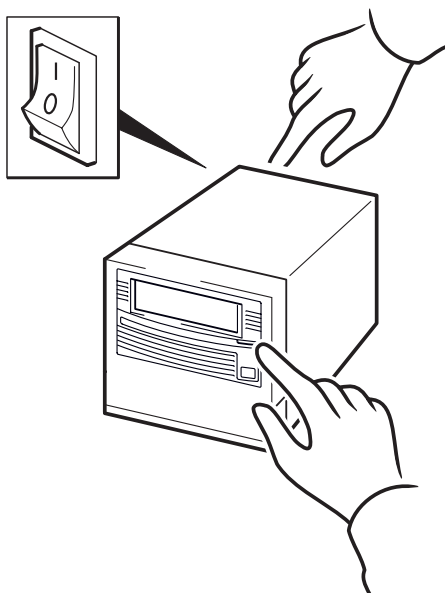

Figura 10b: usar o HP OBDR, etapa 2
- 2 Mantenha pressionado o botão de ejetar. Mantendo pressionado o botão de ejetar, ligue a unidade de fita (consulte a Figura 10b). Assim, ao iniciar, o dispositivo entra no modo de recuperação de desastres HP One-Button. Libere o botão assim que, no painel frontal, os LEDs Densidade da unidade (à esquerda) e Limpeza necessária (à direita) piscarem na sequência do OBDR. É um padrão que se repete: pisca-pisca-apagado. (O LED de status da unidade funciona normalmente; pisca quando a fita é movida e acende continuamente quando no estado de pronto.)